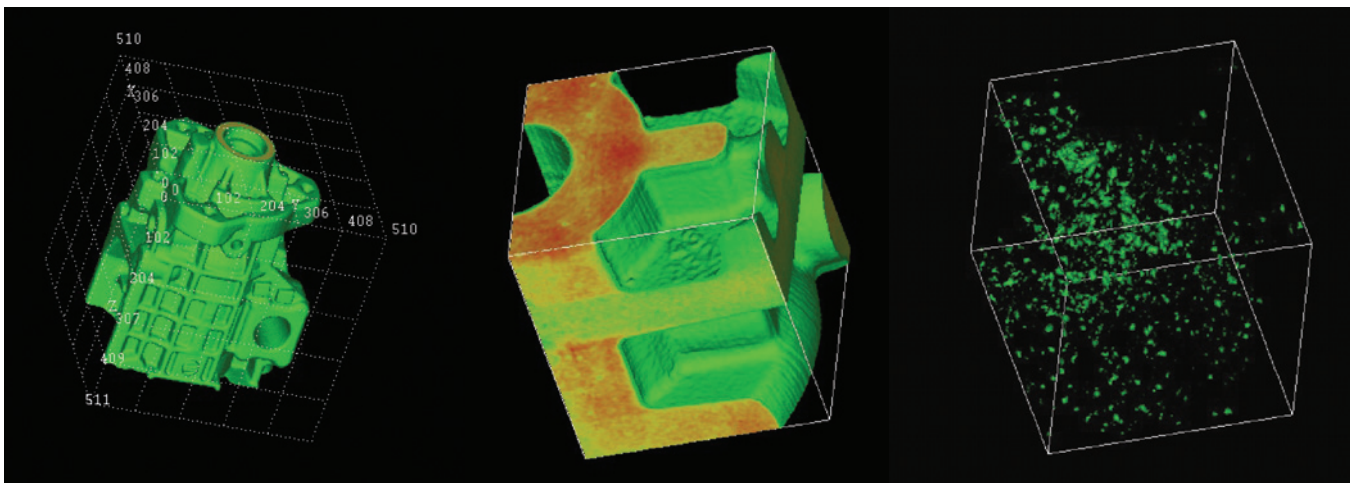

Bild 1. Kegelstrahlrekonstruktion an einem Beispiel für Dichtevermessungen von Poren und Lunkern in Aluminiumgussteilen (Quelle: Fraunhofer EZRT)
Im fertigungstechnischen Umfeld werden Computer-Tomographie (CT)-Anlagen heute hauptsächlich im Bereich der Materialprüfung eingesetzt, um beispielsweise Lunker und Risse präzise zu erfassen. Das dimensionelle Messen von komplexen Bauteilen und der Vergleich von CAD-Modell und Messdaten gewinnen jedoch zunehmend an Bedeutung. Mit der CT-Technik lassen sich sowohl einzelne Schichten (2D) als auch vollständige Volumina (3D) rekonstruieren (Bild 1).